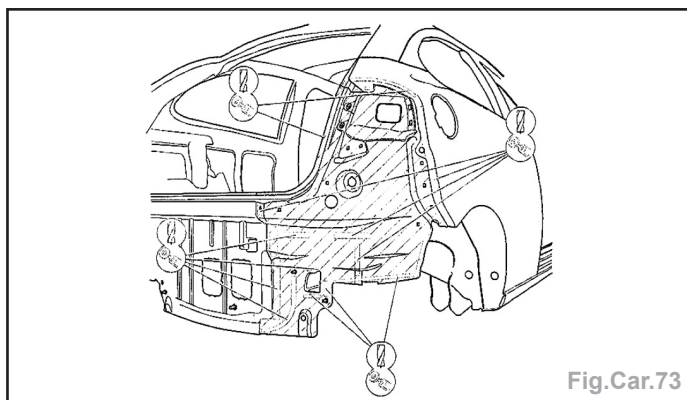

Fig.Car.73
- Fraiser et meuler les points de soudure électriques (Fig.Car.73).